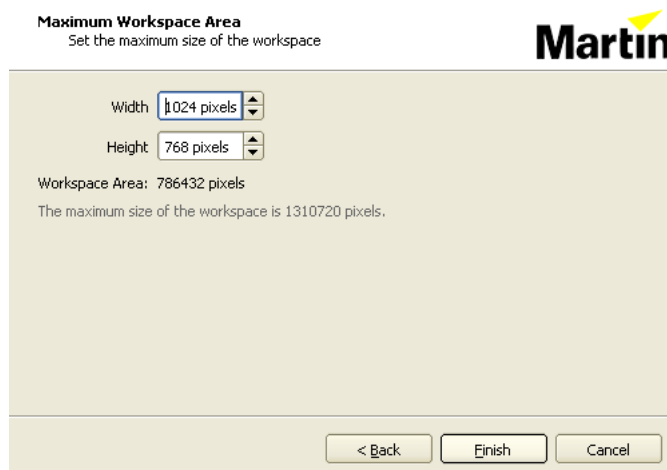

Рисунок 7: Окно рабочей области
7. См. рисунок 7. Выбрать максимальную рабочую область для конфигурации. По умолчанию значение составляет 1280 x 1024 пикселей. Можно либо установить рабочую область по умолчанию, либо, если известны ширина и высота установки в пикселях, включая промежутки и пустые области, ввести эти значения и избежать лишней загрузки P3-100.